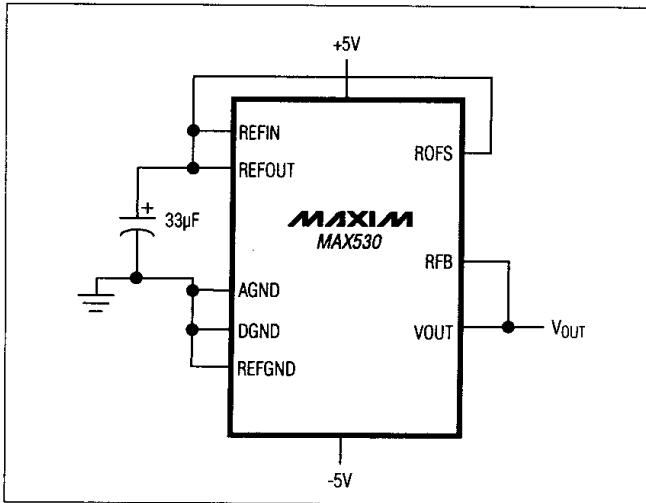

図11. バイポーラ構成 (-2.048~+2.048V)
-V_{REFIN}~+V_{REFIN}のバイポーラ・レンジは、ROFSをREFINに、RFBをVOUTに接続することで設定でき、デュアル(±5V)電源時に動作します(図11)。表5にDACラッチの内容(入力)とVOUT(出力)の関係を示します。このレンジでは、1LSB=REFIN×2⁻¹¹です。